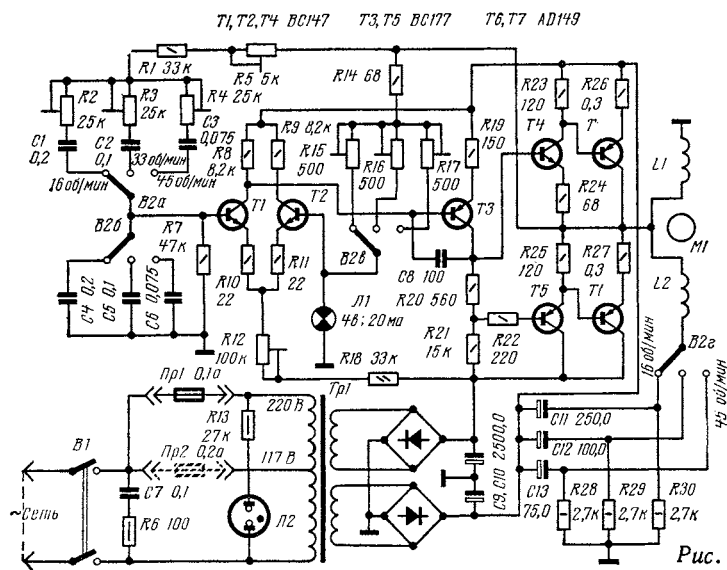

Рис. 3
**Устройство управления двигателем электропроигрывателя «Thorens TD-125»** (рис. 3). В нем применен 16-полюсный синхронный электродвигатель. На транзисторах  $T1$  и  $T2$  выполнен  $RC$ -генератор синусоидальных колебаний, цепь обратной связи которого образована мостом Вина, состоящего из резисторов  $R1-R5, R7$  и конденсаторов  $C1-C6$ . Напряжение положительной обратной связи поступает на базу транзистора  $T1$  с резистора  $R7$ , шунтированного одним из конденсаторов  $C4-C6$ . Резисторы  $R14-R17$  и лампа накаливания  $L1$  составляют цепь отрицательной обратной связи, стабилизирующей режим генератора. Нелинейность вольтамперной характеристики этой лампы способствует получению колебаний, достаточно близких по форме к синусоидальным. Переключателем  $B2$  осуществляется ступенчатое изменение частоты вращения планшайбы. В зависимости от положения переключателя частота генератора равна 20, 40 или 50 Гц, что соответствует частоте вращения якоря двигателя 150, 300 или 375 об/мин и частоте вращения планшайбы, соответственно, 16 2/3, 33 1/3 или 45 об/мин. Подстроечные резисторы  $R2-R4$  и  $R15-R17$  служат для